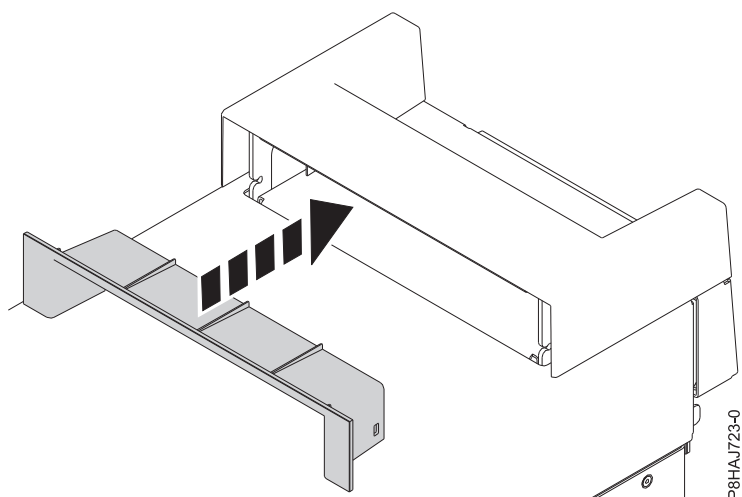

図 60. 8286-41A スタンドアロン・システムのハンドル・カバー内の断片の差し込み
2. ハンドル・カバーの断片をしっかりとハンドル・カバーに押し込んで、断片をハンドル・カバー内に差し込みます (78 ページの図 60 を参照)。